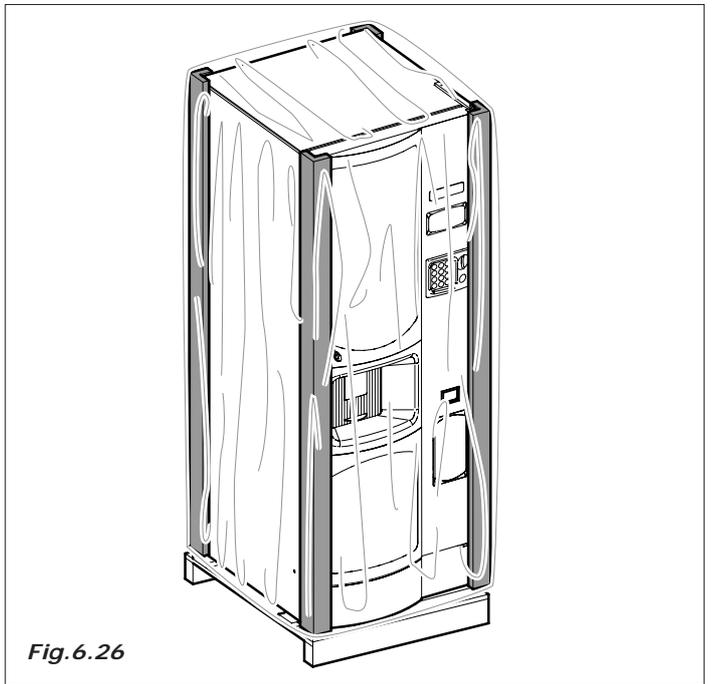

Fig.6.26
- Proteger el exterior con un film o bolsa de celofán (Fig.6.26)